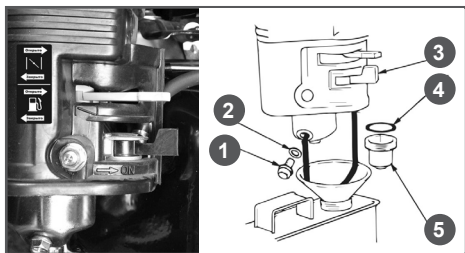

Рис. 16 Обслуживание фильтра -отстойника карбюратора
1. Установите топливный рычаг в положение «ЗАКРЫТО» Рис. 16.